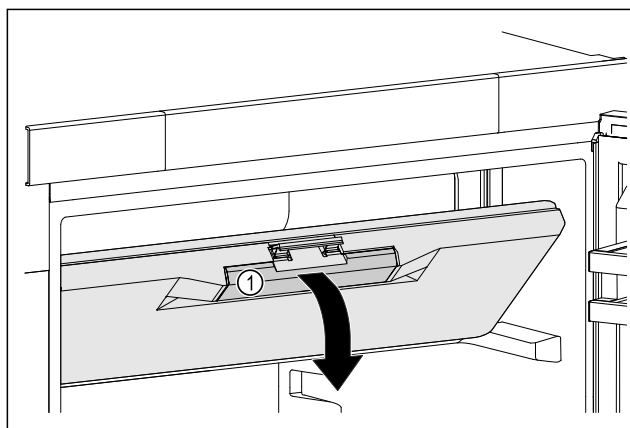

Fig. 48
- Ta tak i det innfelte håndtaket Fig. 48 (1) på døren til frysedelen.